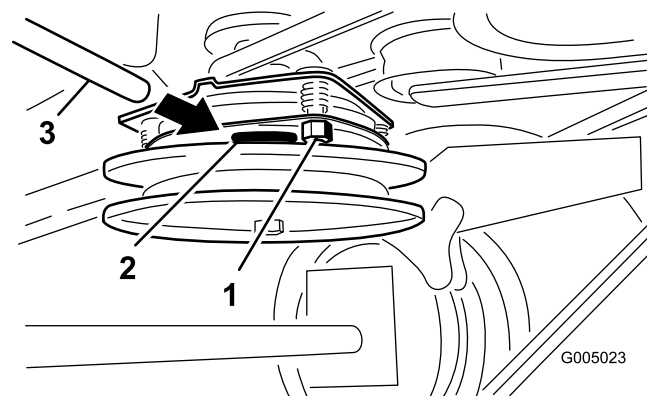

Figura 35
2. Apriete las contratuercas hasta fijar ligeramente la galga pero dejando que ésta se pueda mover con facilidad en la separación (Figura 35).